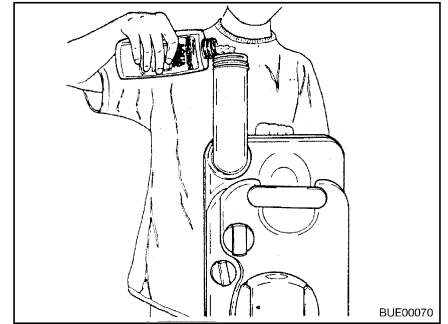

Bild 294 Fylla på sanitetsvätska
- Fyll på angiven mängd sanitetsvätska i latrintanken (Bild 294).